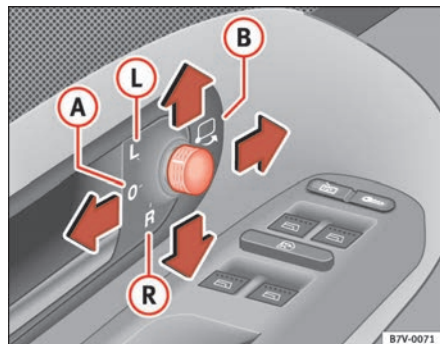

Abb. 81 Prinzipdarstellung: Automatisch abblendender Innenspiegel
Die automatische Abblendung lässt sich mit dem Schalter am Innenspiegel ⇒ Abb. 81 ① ein- oder ausschalten. Bei eingeschalteter automatischer Abblendung leuchtet die Kontrollleuchte ② auf. ■